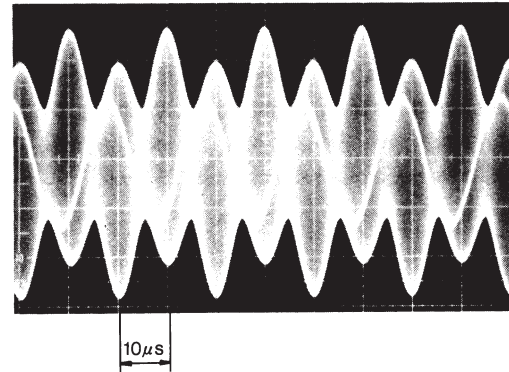
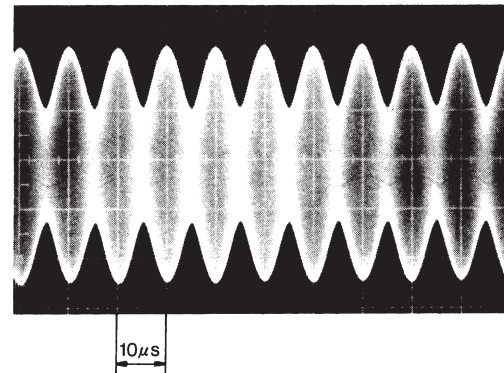

Abb. 4
Abb. 5
- ① Bereiten Sie das Oszilloskop vor, indem Sie den eingangsgekoppelten Schalter auf AC, die horizontale Ablenkung auf  $10 \mu\text{s}/\text{div}$  und die vertikale Achse auf  $0,5 \text{ V}/\text{div}$  einstellen und CH1 mit dem PM-Kontakt verbinden. Dabei ist die Triggerquelle an INT CH1 abzunehmen.
- ② Eine Sinuswelle erscheint bei CH1. Die Phase dieser Sinuswelle verschiebt sich in Übereinstimmung mit der Skalenbewegung, so daß die Welligkeit der Hüllkurve beobachtet werden kann. Stellen Sie die Sinuswellenamplitude durch Drehen des Reglers VR-2 zunächst auf ca.  $2 \text{ Vs-s}$  ein. (Dies wird Verstärkungseinstellung genannt.)
- ③ Wird der Regler VR-1 ganz nach rechts (im Uhrzeigersinn) gedreht und die Skala bewegt, erscheint die in Abb. 4 gezeigte Wellenform. Stellen Sie nun den Regler VR-4 so ein, daß die benachbarten Spitzen die gleiche Höhe haben, wie in Abb. 5 gezeigt. (Dies wird Gleichstrom-Ausgleich genannt.) Falls die minimale PM-Signalamplitude auf  $0,5 \text{ Vs-s}$  oder weniger abfällt, kann es vorkommen, daß die Alarmfunktion aktiviert wird.
- ④ Wird der Regler VR-1 ganz nach links (entgegen dem Uhrzeigersinn) gedreht und die Skala bewegt, erscheint die in Abb. 4 gezeigte Wellenform, wie im obigen Schritt ③. Stellen Sie nun den Regler VR-5 so ein, daß die benachbarten Spitzen die gleiche Höhe haben, wie in Abb. 5 gezeigt. Wiederholen Sie die in den Schritten ③ und ④ beschriebenen Einstellungen abwechselnd, bis die Höhe der benachbarten Spitzen durch Drehen des Reglers VR-1 nicht verändert wird.